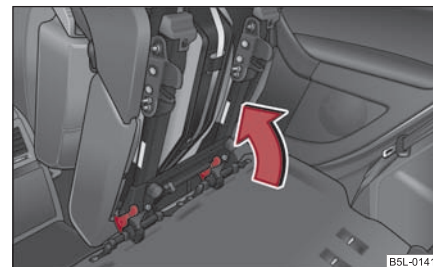

Fig. 89 Bloqueo del asiento
- Bloquear el asiento al final de la guía ⇒ fig. 89. ■
- Si el asiento está desmontado, póngalo primero sobre la guía y bloquee el asiento ⇒ página 85, fig. 89. Tire de él para asegurarse de que el asiento está correctamente bloqueado.